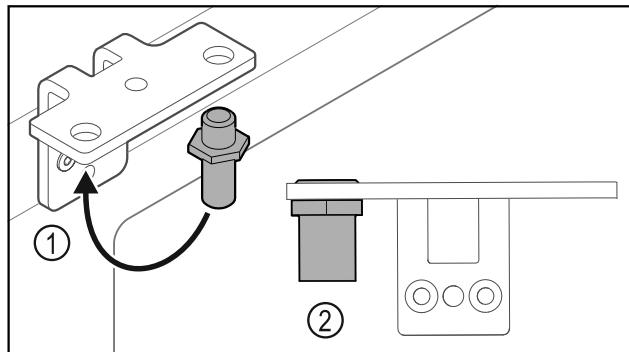

Fig. 37
- ▶ Perkelkite kaištį Fig. 37 (1) šarnyriniame kampuotyje.
- ▶ Priveržkite kaištį Fig. 37 (2) **12 Nm** sukimo momentu.